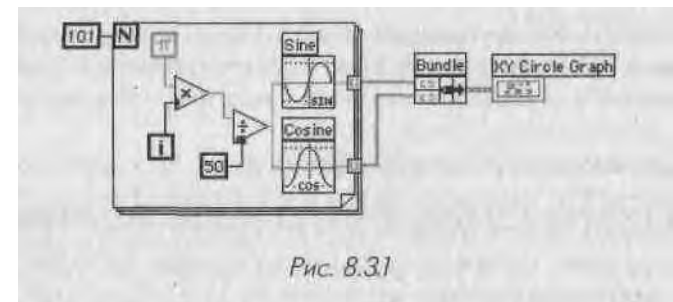

Рис. 8.31
5. Постройте блок-диаграмму, как показано на рис. 8.31.